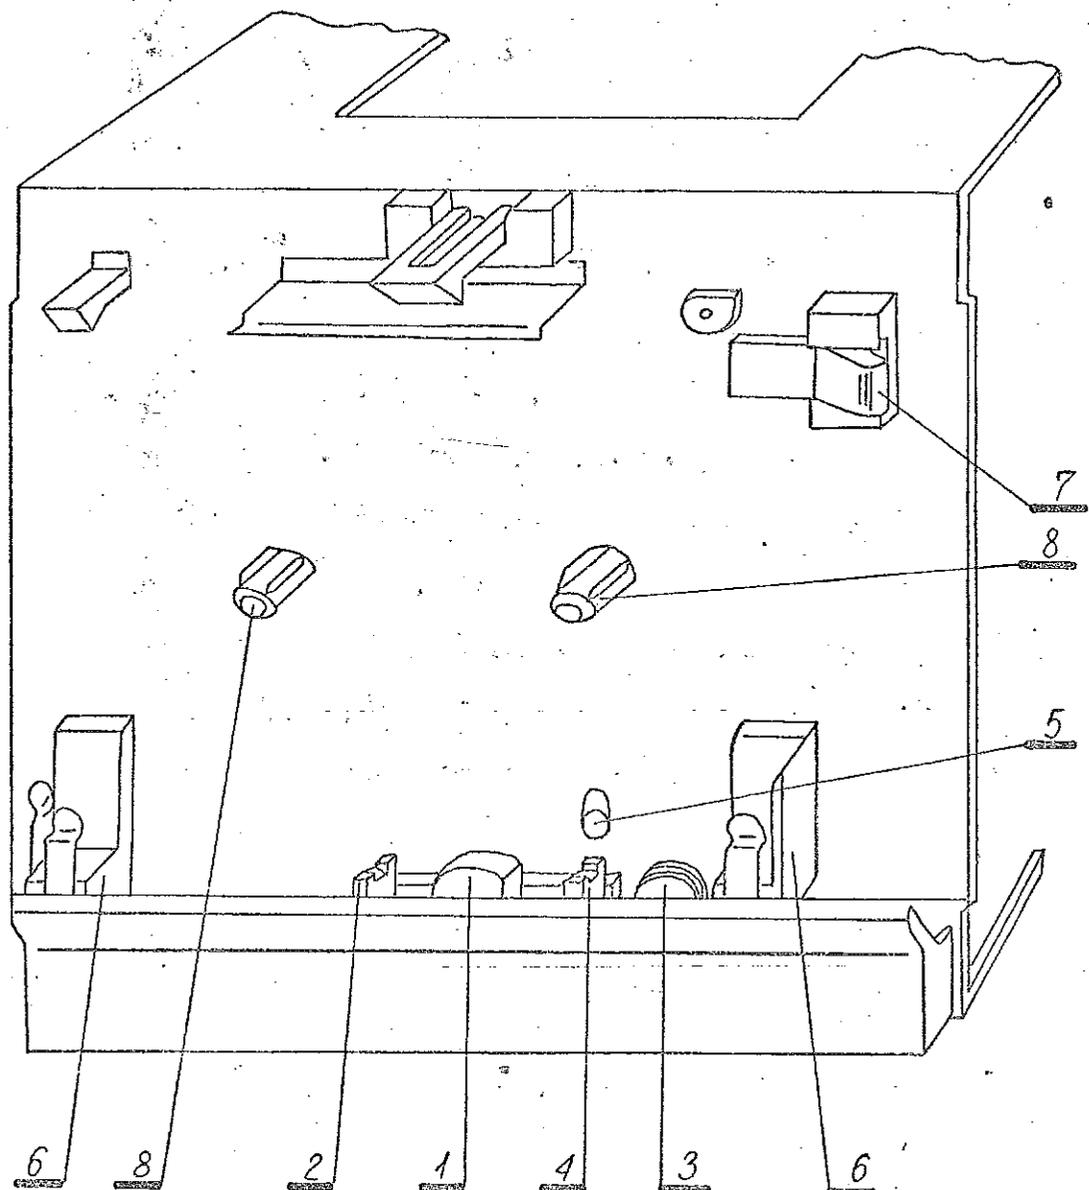

Bild 1.
Nach Ausführung der in Pkt. 1.1.3, 1.1.4 und 1.1.5 genannten Arbeiten die Magnetband-Kassette für den Betrieb mit dem Speicher PK-3 /CM 5214/ vorbereiten /d.h. den Aufzeichnungsfreigabe-Einsatz herausnehmen oder in der Kassette belassen/. Kassette von der entsprechenden Seite /A bzw. B/ in Richtung der Magnetköpfe schräg in die Führungsstücke /6, Bild 1/
einschieben und nachfolgend an die Fläche der Mechanismen-Platte so andrücken, dass die Spulen-Mitnehmer /8, Bild 1/ in entsprechende Löcher der Kassette eingreifen. Nach Einsetzen der Kassette ist der Speicher betriebsbereit.
Zum Herausnehmen der Kassette dient der Hebel /7. Bild 1/.
Beim Drücken dieses Hebels wird die Kassette in schräge Lage zur Mechanismen-Platte gebracht, wonach die Kassette aus den Führungsstücke /6, Bild 1/, in Richtung von den Magnetköpfen weg, mit der Hand herausgeschoben werden kann. Zur
- den Aufzeichnungs-Wiedergabe /1, Bild 1/
- den Löschkopf /2, Bild 1/
- die Tachometerrolle /3, Bild 1/
- das Prisma des BOT-Fühlers /4, Bild 1/
- Die Diode des BOT-Fühlers /5, Bild 1/